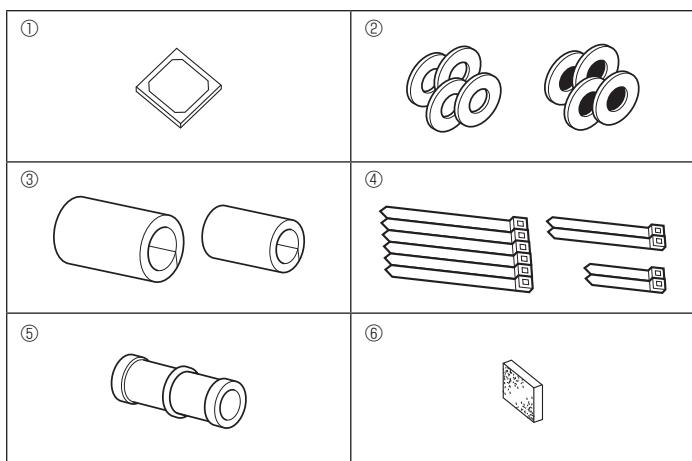

Fig. 2-1
2.1. Sjekk tilbehøret til innendørsenheten (Fig. 2-1)